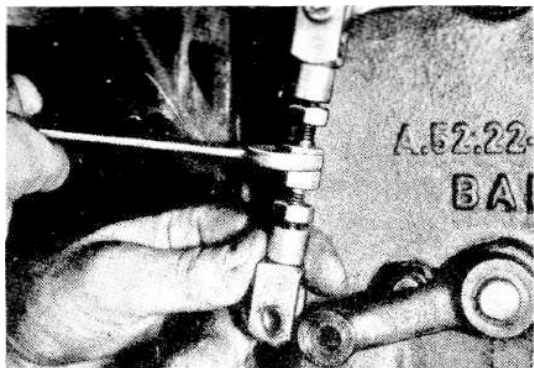

Bild 4-277
6. Schaltstange verdrehen, bis Bolzen sich glatt einführen lässt. (Bild 4-277)